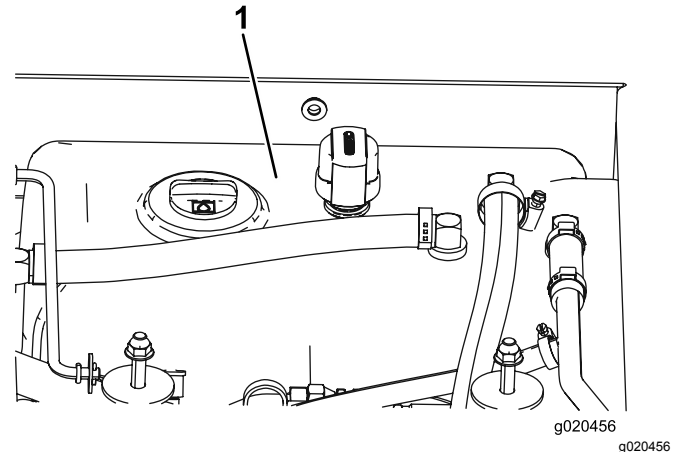

Bild 100
4. Füllen Sie den Hydraulikbehälter (**Bild 100**) mit Hydrauliköl, siehe Prüfen des Hydrauliköls \(Seite 72\).